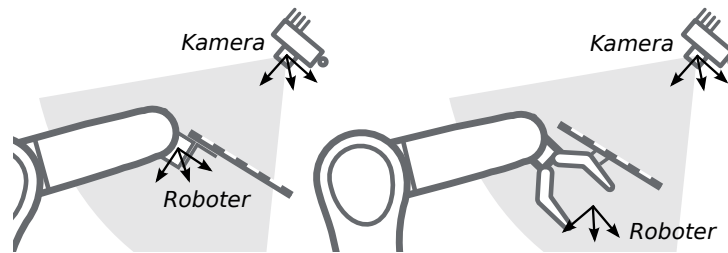

Abb. 6.19: Alternative Montageoptionen für die Befestigung des Kalibrieramusters am Roboter
6.18 und Abb. 6.19 angegeben, angebracht werden.
**Bemerkung:** Für das Modul zur Hand-Auge-Kalibrierung spielt es keine Rolle, wie das Kalibriermuster in Bezug auf das benutzerdefinierte *Roboter*-Koordinatensystem genau angebracht und positioniert wird. Das bedeutet, dass die relative Positionierung des Kalibrierhalters zu diesem Koordinatensystem weder bekannt sein muss, noch für die Kalibrierroutine relevant ist (siehe in Abb. 6.19).